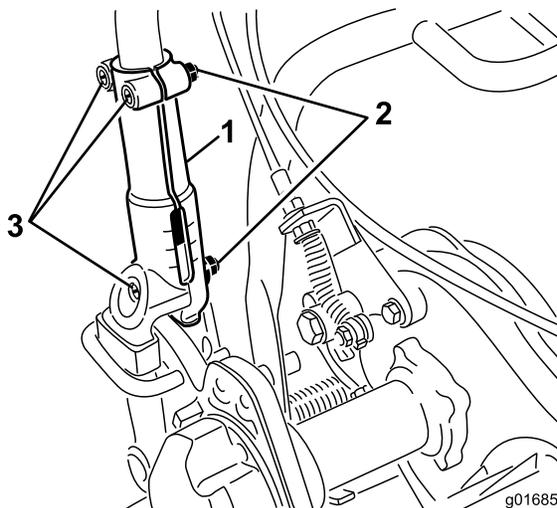

Figure 27
1. Desserrez les 3 boulons de carrosserie et écrous qui fixent chaque côté du guidon dans les manchons de serrage (Figure 27).